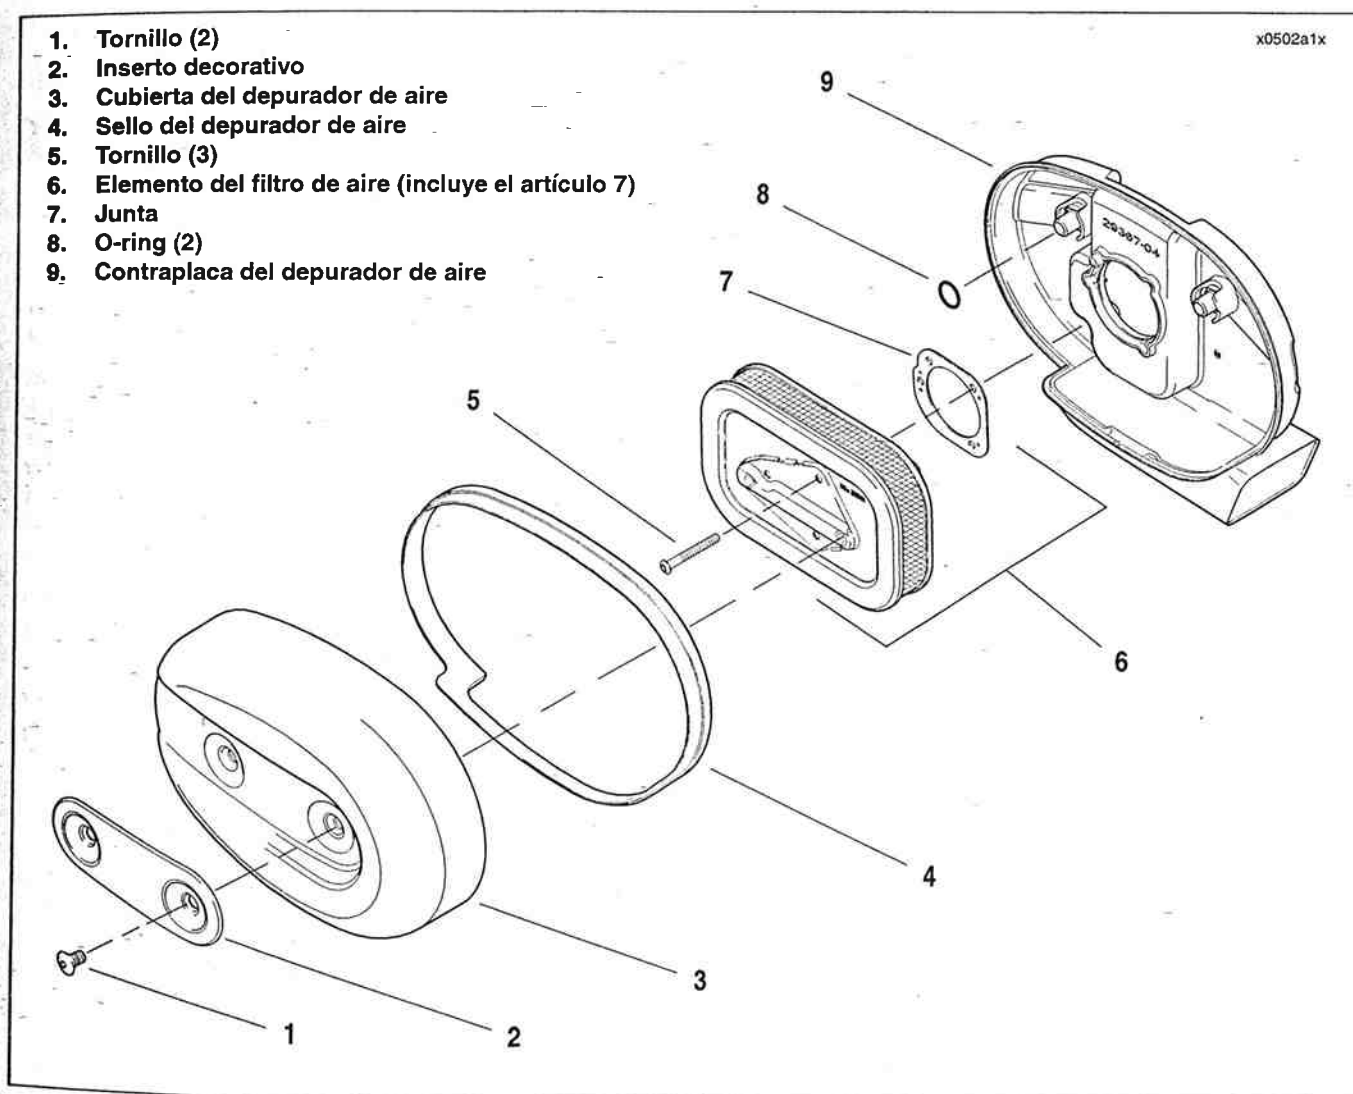

Figura 1-55. Conjunto del depurador de aire
1. Vea la Figura 1-55. Quite dos tornillos (1) y el inserto decorativo (2) de la cubierta del depurador de aire (3).
2. Quite la cubierta del depurador de aire de la contraplaca del depurador de aire (9). Quite el sello del depurador de aire (4) de la cubierta.
3. Quite los tres tornillos (5). Quite el elemento del filtro de aire (6) y junta (7) de la contraplaca del depurador de aire. Deseche la junta.
1. Vea la Figura 1-55. Limpie completamente la contraplaca del depurador de aire (9) y el interior de la cubierta del depurador de aire (3).
2. Si el elemento del filtro de aire (6) está dañado o el medio de filtración no puede limpiarse adecuadamente, reemplace el elemento y siga al paso 6.
1. Vea la Figura 1-55. Aplique una capa delgada de aceite para motor limpio o grasa delgada a los o-ring (8). Esto ayudará a evitar que se dañen cuando se instala el elemento del filtro de aire.
2. Coloque una junta **nueva** (7) en la contraplaca del depurador de aire (9). Asegúrese de que los orificios de la junta están alineados con los de la contraplaca.
3. Instale el elemento del filtro de aire (6) sobre la contraplaca. Las palabras "This Side Out" (este lado hacia afuera) deben ser legibles en el borde superior del elemento del filtro de aire cuando se instale. Asegure con tres tornillos (5). Apriete a 4,5-6,8 N·m (40-60 **lb-pulg.**).
4. Ajuste el sello del depurador de aire (4) en la cubierta del depurador de aire (3). Para asegurar el sellado correcto, asegúrese de que el sello del depurador de aire cubre el borde completo de la cubierta del depurador de aire.
6. Instale el inserto decorativo (2) y asegúrelo con dos tornillos (1). Apriete a 4,1-6,8 N·m (36-60 **lb-pulg.**).